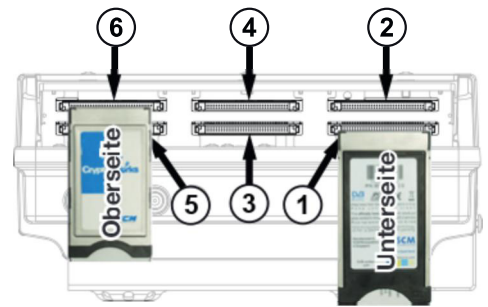

Abb. 5: CA-Module in CI-Schächte einsetzen
- ▶ Setzen Sie die CA-Module (CAM) in die Schächte ②/④/⑥ mit der **Oberseite** nach oben ein, in die Schächte ①/③/⑤ mit der **Unterseite** nach oben (Abb. 5). Beachten Sie auch die dem CAM beigelegten Informationen.
2. Setzen Sie die CA-Module gemäß dem Beispiel in Abb. 5 ein.